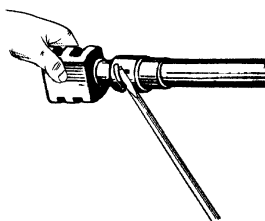

Рис. 118. Від'єднання дульного гальма
1.9. Від'єднати дульне гальмо. Для чого за допомогою викрутки 1-1x300 від'єднати від нього чеку (рис. 118), повернути дульне гальмо на 45° та зняти його зі ствола.